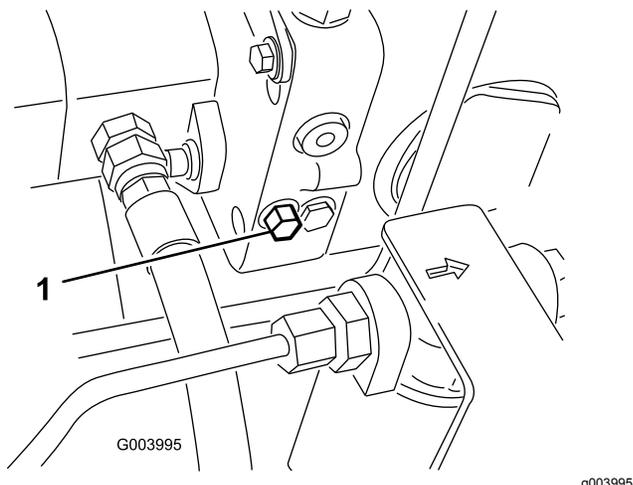

図 40
1. バイパスバルブを右または左 1-1.5 回転させると内部でバイパスが形成される 図 40。